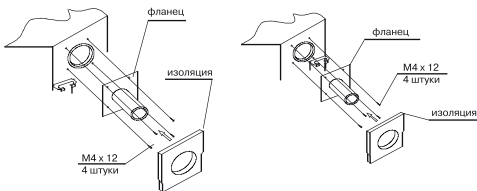

Рис. 20
8. Закрепите фланец и заизолируйте его (Рис. 20).